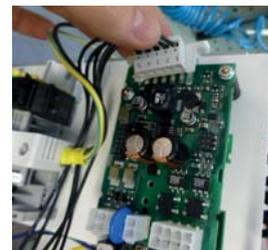

Fig. 4.a
- Desligue o conector Lumberg (veja Fig. 4.a) inserido na placa de controle;
- Introduza o conector Lumberg (veja Fig. 4.a) na placa, prestando atenção ao sentido de inserção;